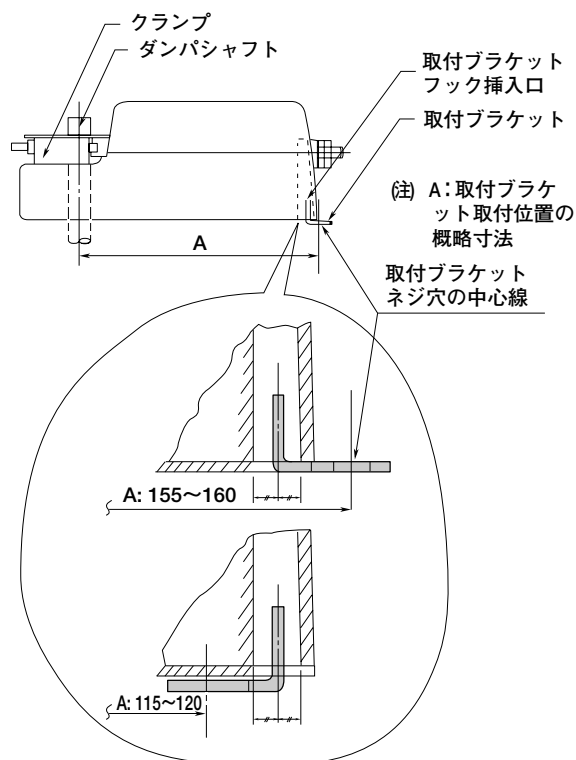

図2. 取付ブラケットのフック位置
- ② 取付ブラケットのフック部を M9116-A 裏側のフック挿入口に入れ、取付ブラケットの設置位置を決めます(図2.参照)。
- ③ 取付ブラケットを付属取付ネジ (2個)でダンパフレーム、またはダンパ表面に固定します。